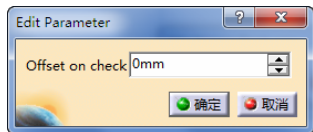

图 4-16 定义检查余量（1）
- 定义检查余量（1）。双击“Offset on part”，弹出“Edit Parameter”对话框，可设置余量大小为“0mm”，如图 4-16 所示。